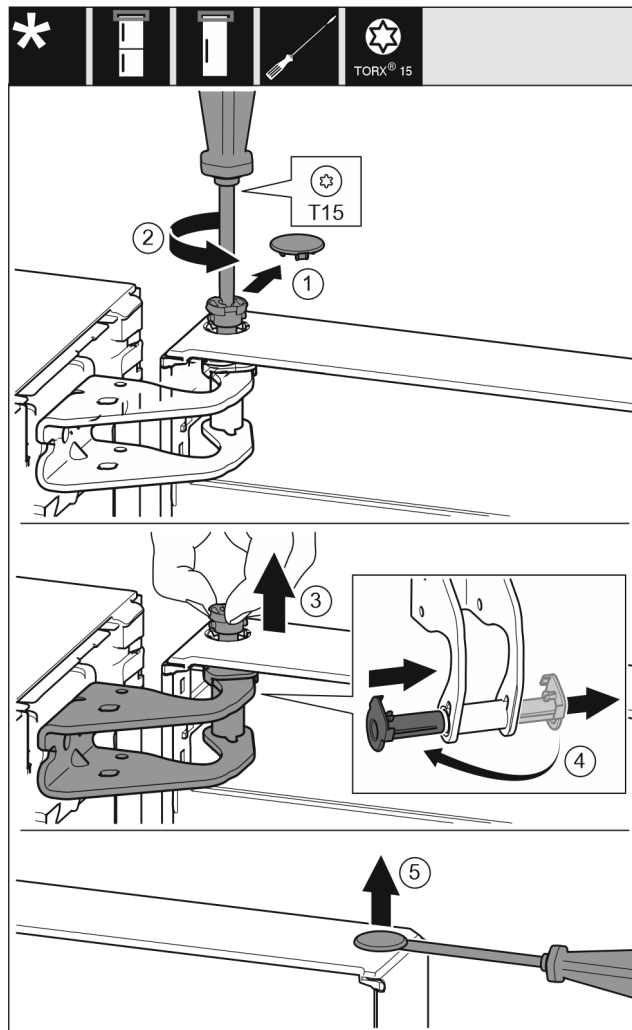

Fig. 11
- ▶ Oprezno skinite sigurnosni pokrov. Fig. 11 (1)
- ▶ Odvijačem T15 malo odvijte svornjak. Fig. 11 (2)
- ▶ Čvrsto držite vrata i prstima izvucite svornjak. Fig. 11 (3)
- ▶ Izvucite čahuru ležaja iz vodilice. Umetnite s druge strane i pustite da uskoči. Fig. 11 (4)
- ▶ Ravnim odvijačem oprezno podignite čep iz čahure ležaja vrata i izvucite ga. Fig. 11 (5)